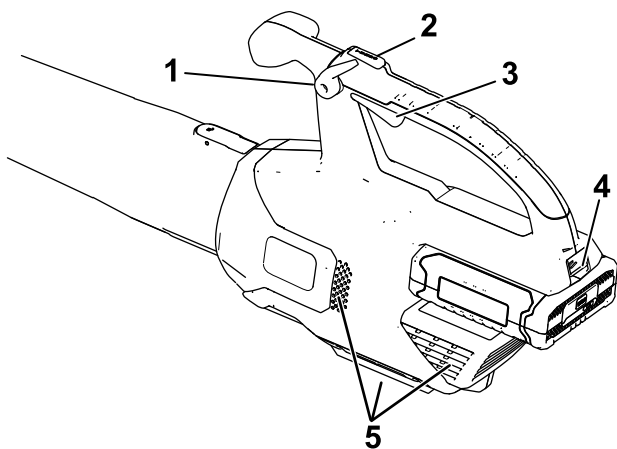

Bild 4
2. Drücken Sie den Abzug für variable Geschwindigkeit, um den Laubbläser anzulassen (Bild 4).
Hinweis: Aktivieren Sie die Geschwindigkeitssperre, damit die Maschine läuft, ohne dass Sie den Abzug für die variable Geschwindigkeit drücken müssen (Bild 4).
Halten Sie die Turbotaste für die gewünschte Dauer gedrückt, um die Gebläsegeschwindigkeit zu erhöhen (Bild 4).
Stellen Sie mit dem Abzug für die variable Gebläsestärke die Luftgeschwindigkeit ein (Bild 4).
Aktivieren Sie die Geschwindigkeitssperre, um die aktuelle Gebläsestärke beizubehalten (Bild 4).
Deaktivieren Sie die Geschwindigkeitssperre (falls verwendet) und lassen Sie den Abzug für die variable Geschwindigkeit los, um den Laubbläser abzustellen (Bild 4).